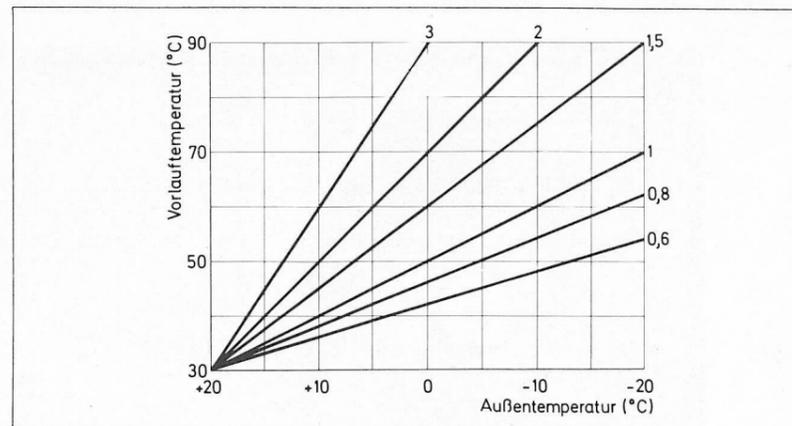

Bild 16 Heizkurven
4.1 **Stellheitseinstellung** (Heizkurven-) Erfolgt nach Diagramm auf Bild 16 bzw. 17.